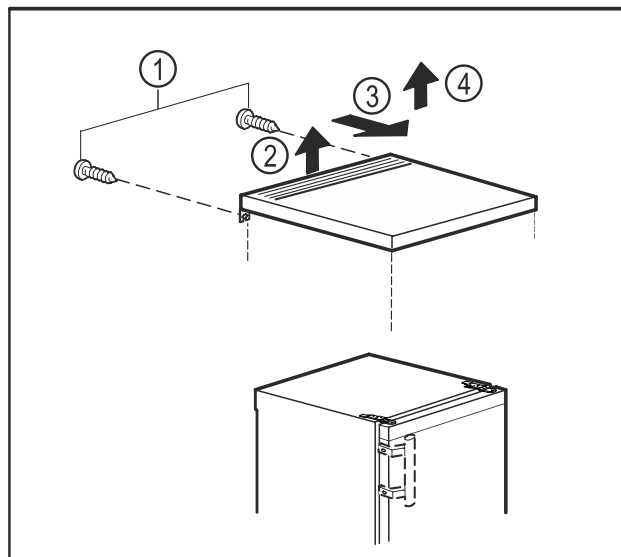

Fig. 6
- ▶ Îndepărtați șuruburile de pe partea posterioară. Fig. 6 (1)
- ▶ Ridicați placa mesei din spate. Fig. 6 (2)
- ▶ Împingeți placa mesei în față. Fig. 6 (3)
- ▶ Ridicați și scoateți placa mesei în sus. Fig. 6 (4)